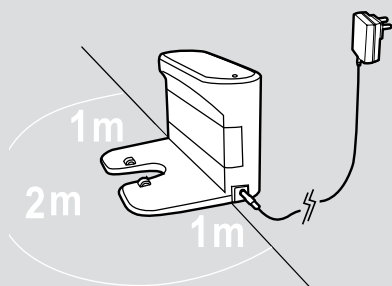

Fig. 2
Koppla in huvudströmadaptern och anslut till laddningsstationen. **[Fig. 2]**
3. Det får inte finnas något föremål i området runt laddningsstationen inom 2m framför och 1m på varje sida. **[Fig. 2]**